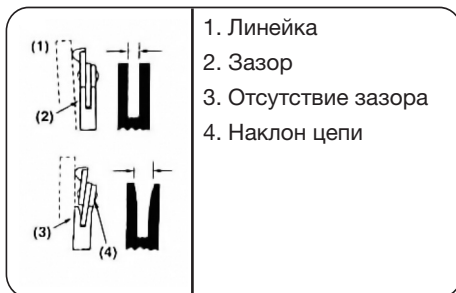

Рис. 20
■ Направляющая должна всегда иметь перпендикулярный профиль. Проверить целостность направляющей. Приложить между направляющей и наружной поверхностью резца линейку. При нормальном состоянии направляющей сохраняется определенный зазор. В случае отсутствия зазора направляющая подлежит замене или ремонту (Рис. 20).